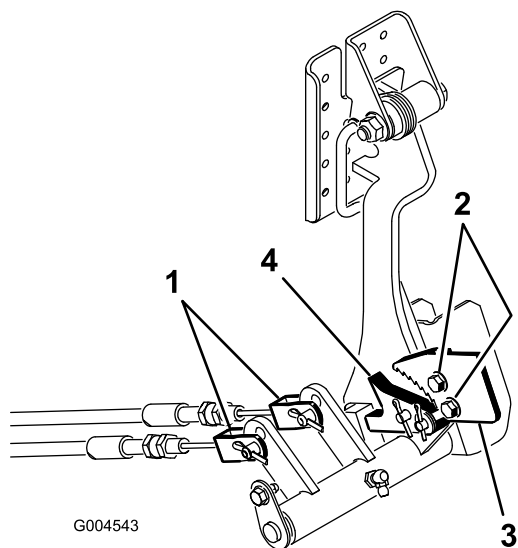

図 75
1. ブレーキケーブルをブレーキペダルのロッドに固定しているコッターピンを取る(図75)。
2. 駐車ブレーキのツメをフレームに固定しているネジ2本をゆるめる(図 75)。
3. ブレーキのツメが戻り止めに完全に掛かるまで駐車ブレーキペダルを前に踏み込む(図 75)。